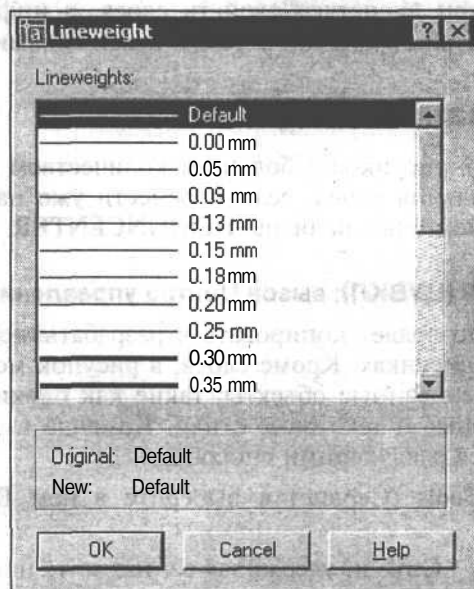

Рис. 7.7. Диалоговое окно установки толщины линии объектов на слое
9. В диалоговом окне **Layer Properties Manager** (Диспетчер свойств слоев) щелкните мышью на пересечении столбца **Lineweight** (Вес линий) таблицы информационного поля и строки создаваемого слоя. Появится диалоговое окно с аналогичным названием (рис. 7.7).